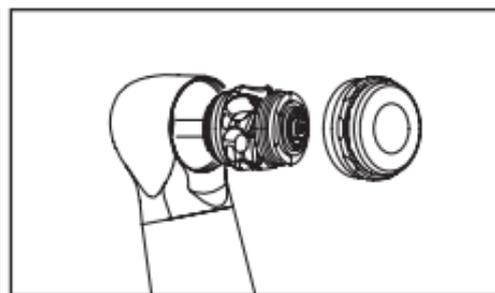

Fig. 31
- ➍ À l'aide de la fraise, retirez délicatement la cartouche entière de la tête (Fig. 31).